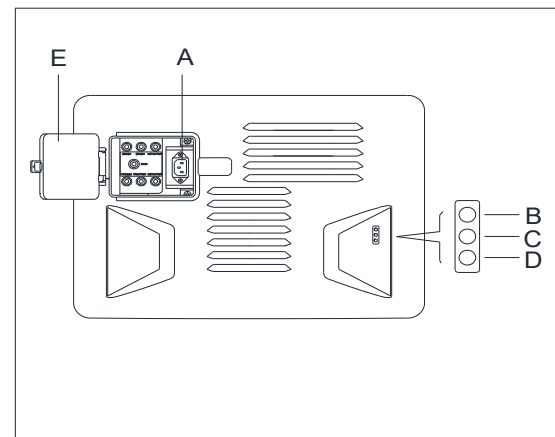

Abbildung 19
- Öffnen Sie die Schutzabdeckung (E, Abbildung 19), verbinden Sie das Ladegerät (A, Abbildung 19) mit der Hauptstromversorgung. Alle Funktionen der Maschine sind deaktiviert. Die rote LED (D, Abbildung 19) leuchtet, wenn der Ladevorgang fortgesetzt wird.
- Die Batterien sind voll aufgeladen, wenn das grüne LED (C) aufleuchtet.
- Trennen Sie das Ladekabel des Akkus nach dem Ladevorgang vom Stromnetz, und bewahren Sie das Ladegerätkabel (F, Abbildung 19) in der Aufbewahrungsbox auf (G, Abbildung 19).
Für weitere Informationen zum eingebauten Ladegerät (A, Abbildung 19), sehen Sie bitte das entsprechende Handbuch im Kundendienstcenter.